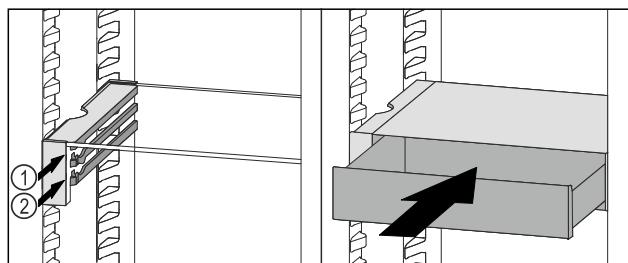

Fig. 143
- VarioSafe-Schubfach hinter den Stopfern auf gewünschter Rippe Fig. 143 (1) oder Fig. 143 (2) aufsetzen.